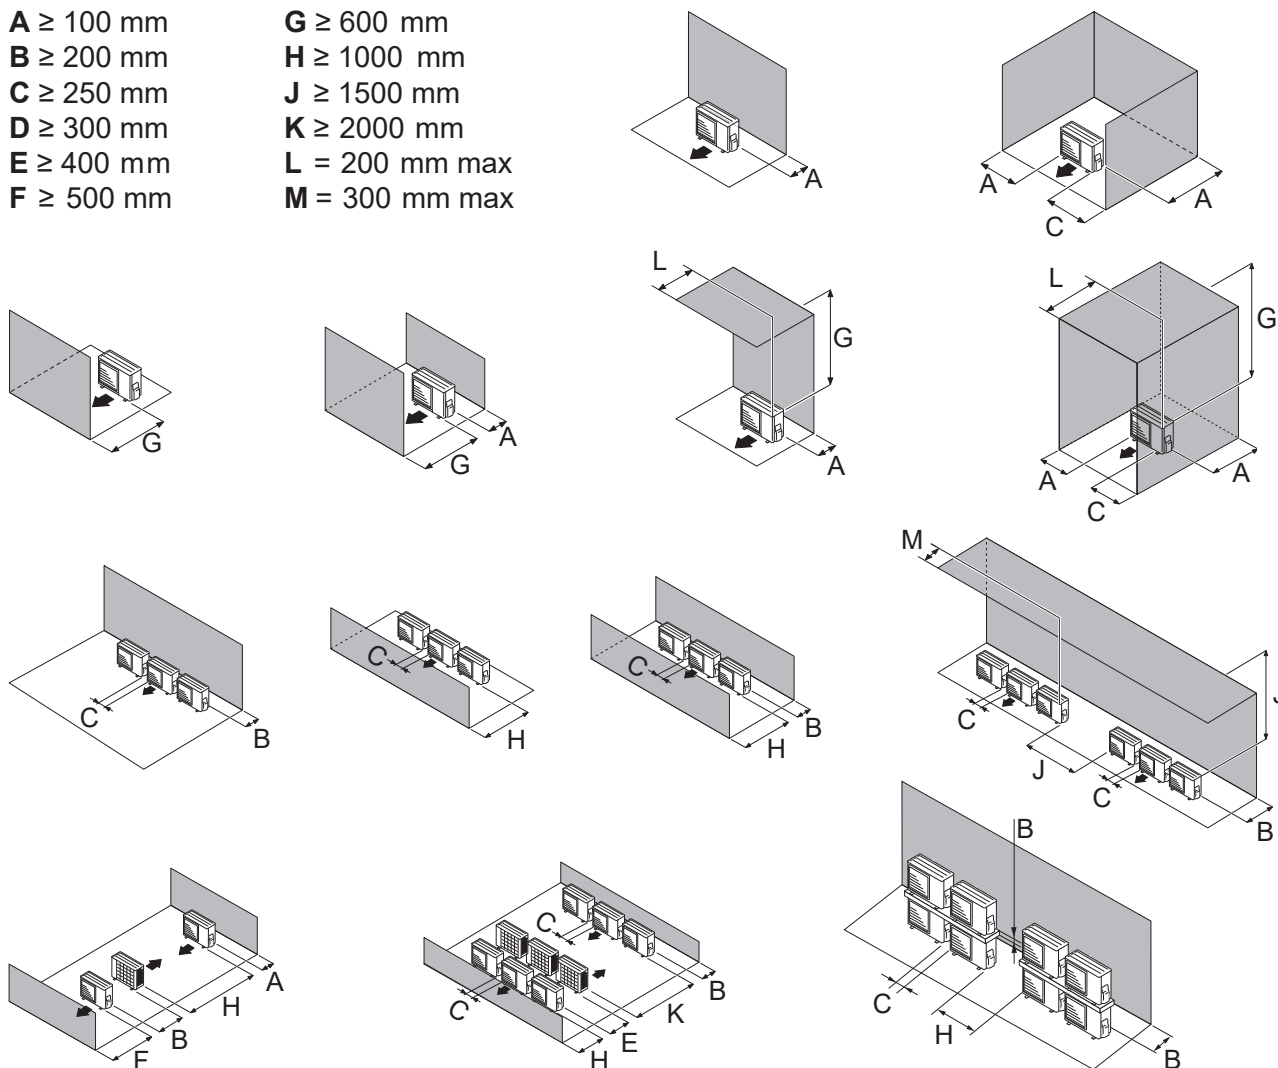
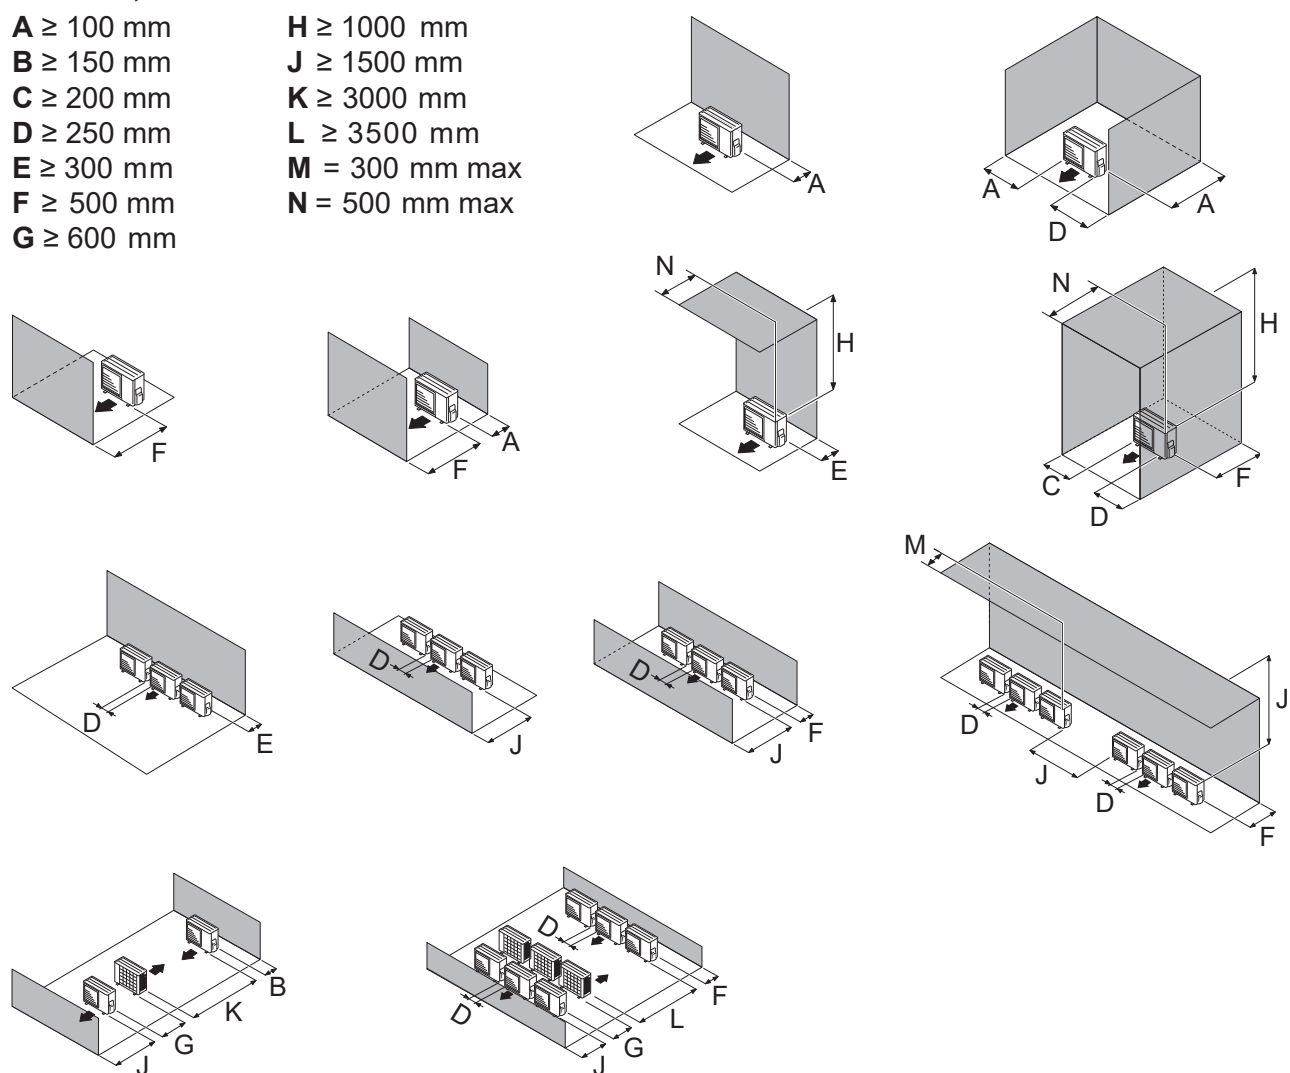

fig. 16 - Minimale installatieruimte rond de buitenunit (model 5, 6 en 8)
fig. 17 - Minimale installatieruimte rond de buitenunit (model 10)
- De unit moet perfect bereikbaar zijn voor de installatiewerken en de onderhoudswerken achteraf (fig. 16 en fig. 17, pagina 18).
- De luchtcirculatie door de verdamper en aan de uitgang van de ventilator mag niet belemmerd worden door hindernissen (fig. 16 en fig. 17, pagina 18).